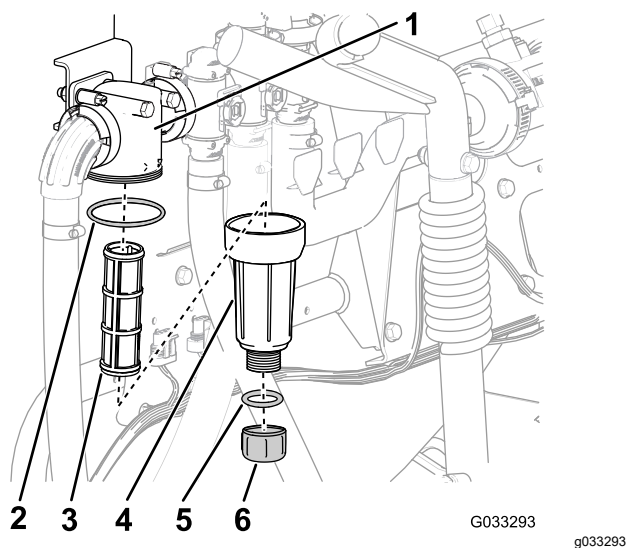

Figura 30
2. Allineate una bacinella di spurgo sotto il filtro della pressione (Figura 30).
3. Ruotate il tappo di spurgo in senso antiorario e rimuovetelo dal pozzetto del filtro della pressione (Figura 30).
4. Ruotate il pozzetto in senso antiorario e rimuovete la testa del filtro (Figura 30).
5. Rimuovete l'elemento del filtro della pressione (Figura 30).
7. Controllate la guarnizione del tappo di spurgo (situato all'interno del pozzetto) e la guarnizione del pozzetto (situato all'interno della testa del filtro) per escludere danni e usura (Figura 30).
8. Montate l'elemento del filtro della pressione nella testa del filtro (Figura 30).
9. Montate il pozzetto sulla testa del filtro e serrate manualmente (Figura 30).
10. Montate il tappo di spurgo sul raccordo nella parte inferiore del pozzetto e serrate il tappo manualmente (Figura 30).